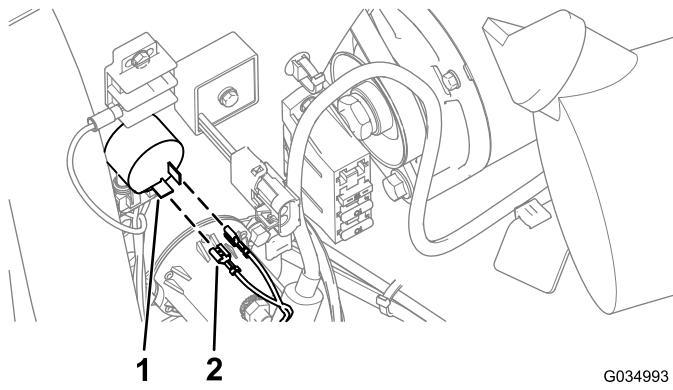

Figure 10
6. Reliez les 2 connecteurs femelles du faisceau de câblage du kit aux 2 connecteurs mâles de l'alarme (Figure 10).